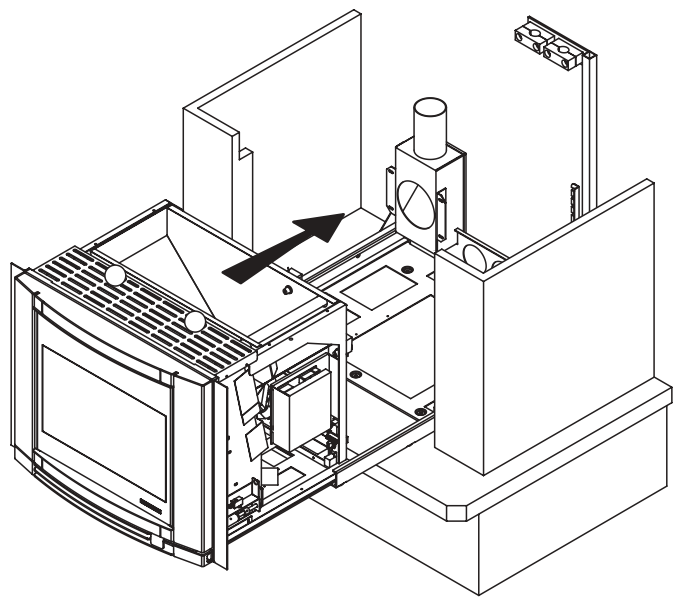

Fig. 6.1.10
- 4) Remonter les glissières télescopiques et replacer le poêle sur le soubassement (Fig. 6.1.10);
- 4) Volver a montar las guías telescópicas y a montar la estufa en la base (Fig. 6.1.10);